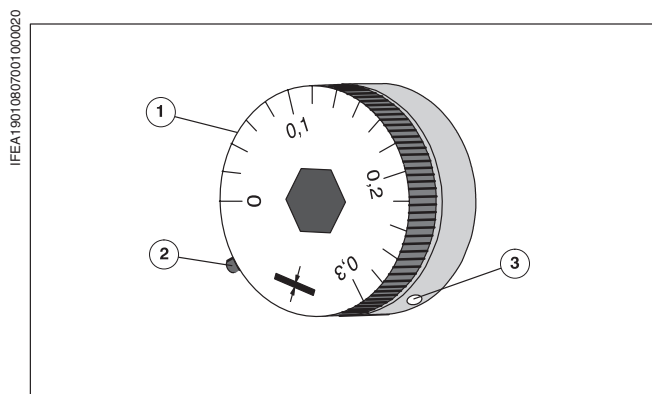

Рис. 44 Винт регулировки натиска
Винт регулировки натиска (Рис. 44/①) установлен на заводе так, что на делении 0,3 мм на упоре находится зеленая точка (Рис. 44/③).
- ① Ослабить винт без головки (Рис. 44/②) на упоре.
- ② Поворачивать упор против часовой стрелки до тех пор, пока зеленая точка не окажется на делении шкалы 0,2 (исходная величина 0,3 минус корректировочная величина 0,1 = 0,2).
- ③ Снова затянуть винт без головки.